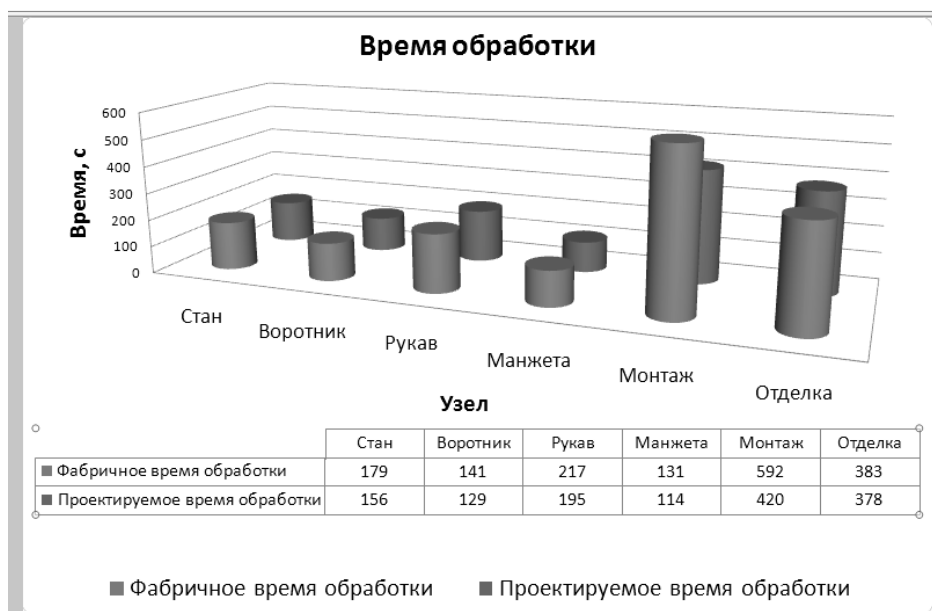

Рисунок 3.5 – Редактирование гистограммы «Время обработки»
- открыть лист **«Гистограмма»**: все изменения автоматически отобразятся на диаграмме (рисунок 3.5).